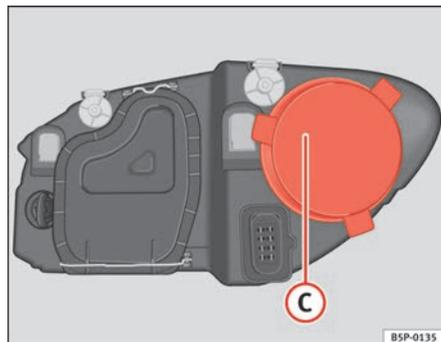

Fig. 181 Luz de carretera
- Retire la tapa ⇒ fig. 181 C tirando de la misma.